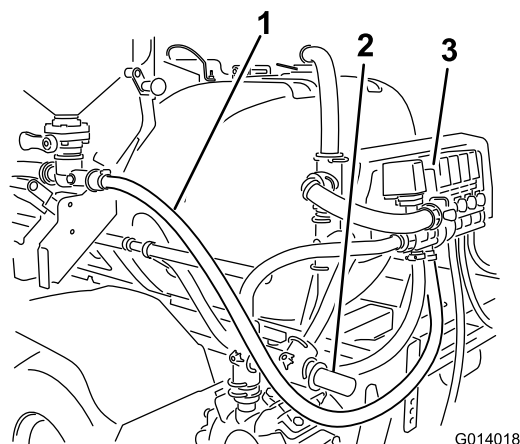

Рисунок 27
2. Проследив, чтобы шланг остался под шлангом перемешивания, но выше левого крепления центральной стрелы, проложите шланг вверх к узлу клапана эдуктора (Рисунок 27).